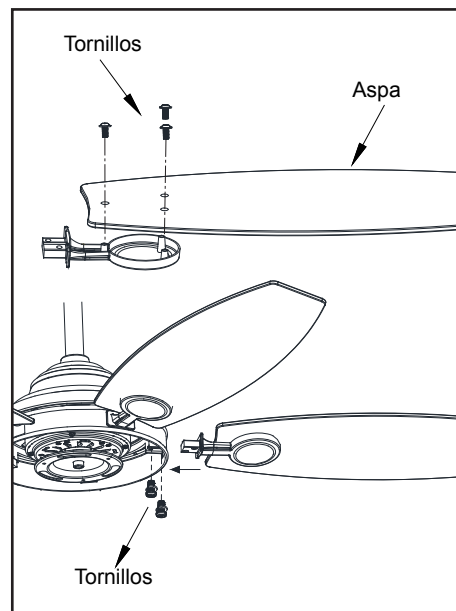

Figura 12
1. Fija el asa a su soporte con los tornillos incluidos y apriétalos firmemente (Figura 12).
2. Fija el conjunto del asa a la carcasa del motor del ventilador insertando el asa dentro de las ranuras laterales de la carcasa usando los tornillos incluidos y apriétalos firmemente. (Figura 12)